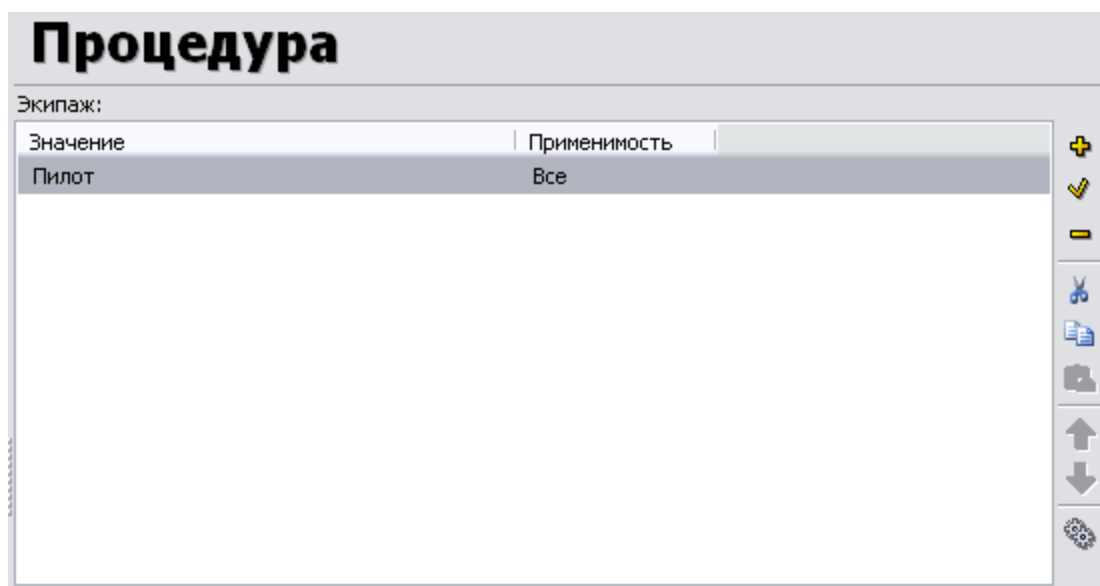

Рис. 13.23
17. В окне **Добавление записи** нажмите на кнопку **Применить**. После этого произойдет возврат в главное окно редактора, в котором показаны введенные параметры для экипажа (Рис. 13.23).